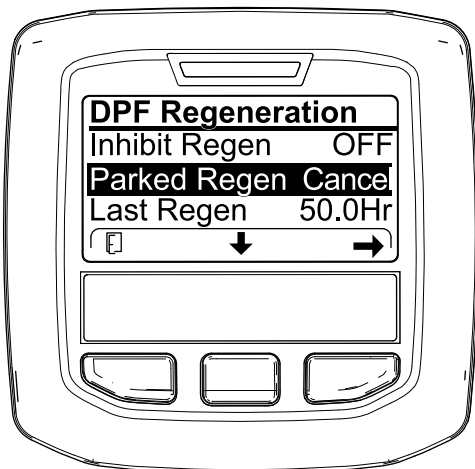

Figure 60
1. Ouvrez le menu Régénération du FAP (Figure 60).
2. Appuyez sur le bouton central pour naviguer jusqu'à l'option PARKED REGEN CANCEL (Figure 60) ou RECOVERY REGEN CANCEL (Figure 61).
3. Appuyez sur le bouton droit pour sélectionner l'option Regen Cancel (Figure 60 ou Figure 61).